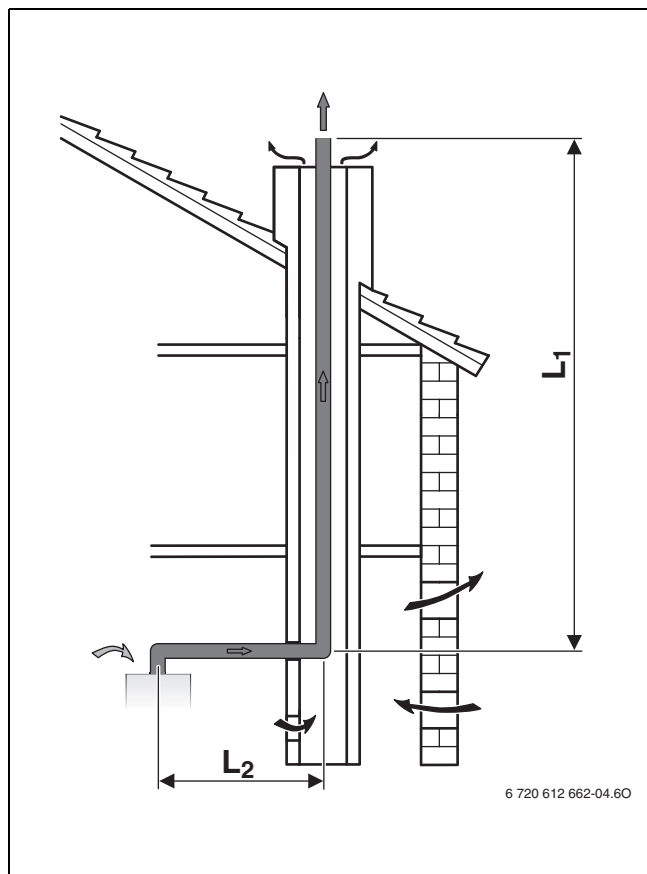

Рис. 7 Дымовая труба в шахте по V_{23p}
- Если отвод дымовых газов выполняется в вентилируемой шахте (→ рис. 7, 8 и 10), то чистка шахты не требуется.